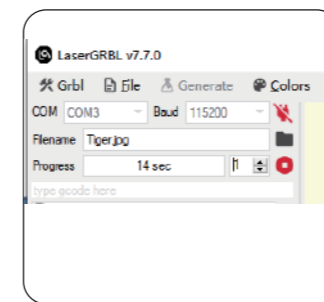

Figura 19 Detener grabado/corte
- Si desea detener el grabado/corte mientras la máquina está funcionando, puede hacer clic en el botón de detener como se muestra en la Figura 19 para detener la operación de grabado/corte.